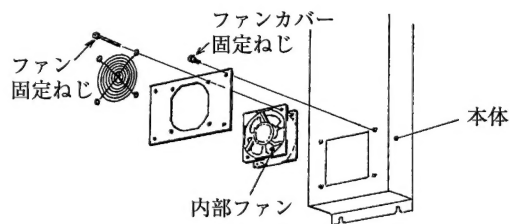

図2
- ①ファンカバーを外してください。（図2）
- ②プラグコード（電源線、アース線）をクランプより外してください。（図2）
- ③ファンよりプラグコードを引き抜いてください。次にファン固定ねじを外して、ファンを取外してください。（図2、3）